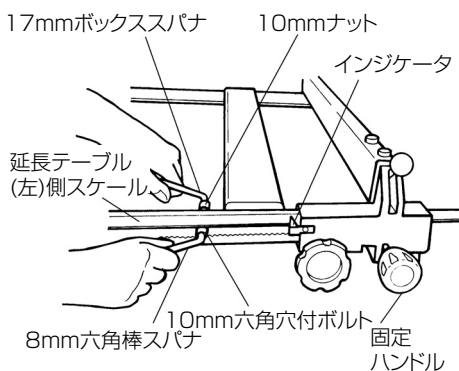

図 38
- ③ 延長テーブル(左)側スケールを左右に動かして曲尺の寸法とインジケータ端面が示す位置の目盛と合うようにします。
- ④ 最後に10mm六角穴付ボルト(3個)を締付けます。(図38)